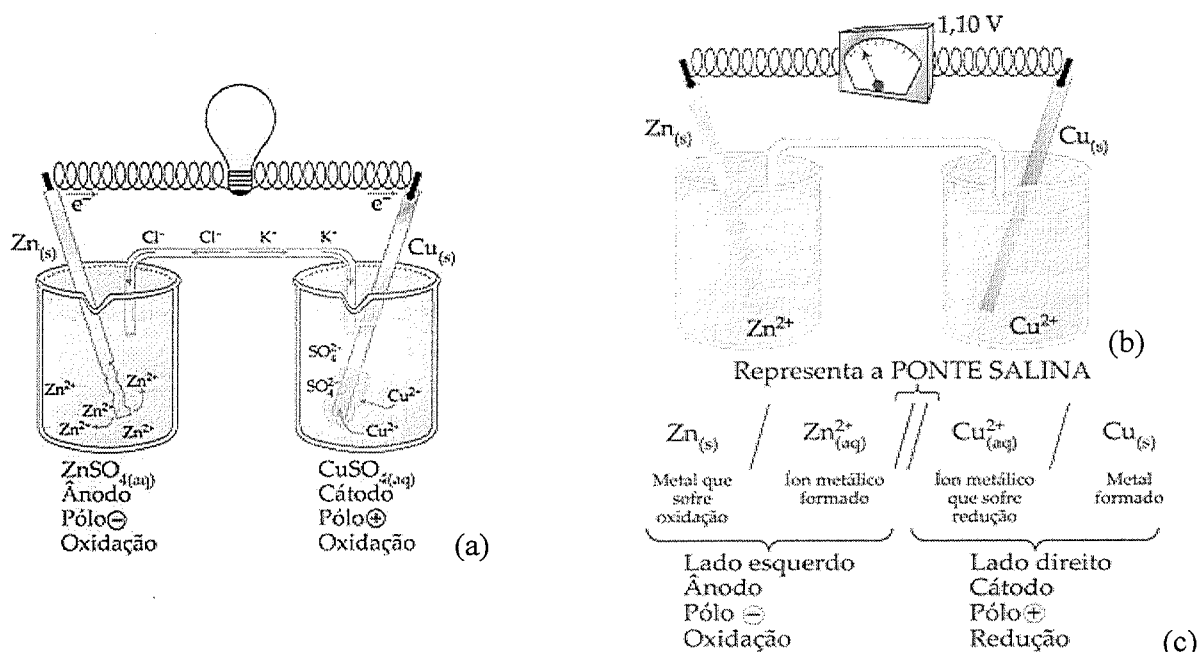

Figura 15.1. (a) Montagem da pilha de Daniel, (b) medida da diferença do potencial ou da fem da pilha e (c) representação do diagrama da pilha.
- Colocar em béquer cerca de 25 mL de solução de sulfato de cobre (II) e num outro 25 mL de solução de sulfato de zinco.
- Montar o sistema conforme Figura 15.1.